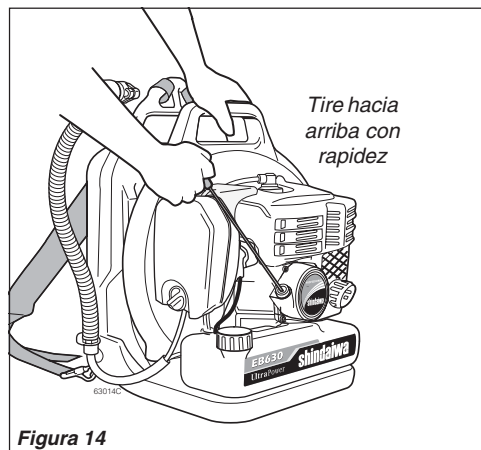

Figura 14
- Con la mano derecha, tire del mango del arrancador lentamente hasta que sienta que el arrancador está engranado. Consulte la figura 14.